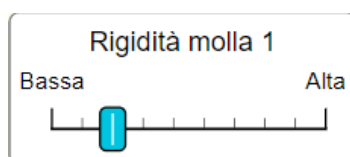

Fig. 1 Molla con bassa rigidità
- Molla con rigidità minore (terza tacca della scala di rigidità, vedi fig. 1)